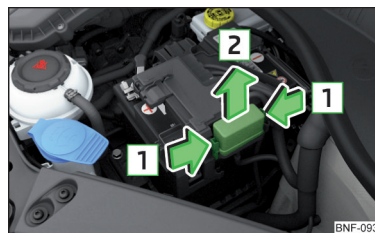

Fig. 169
Siguranțele se găsesc sub un capac, lângă bateria autovehiculului » **fig. 169.**
- Comprimați simultan tastele de blocare **1** ale capacului » **fig. 169.**